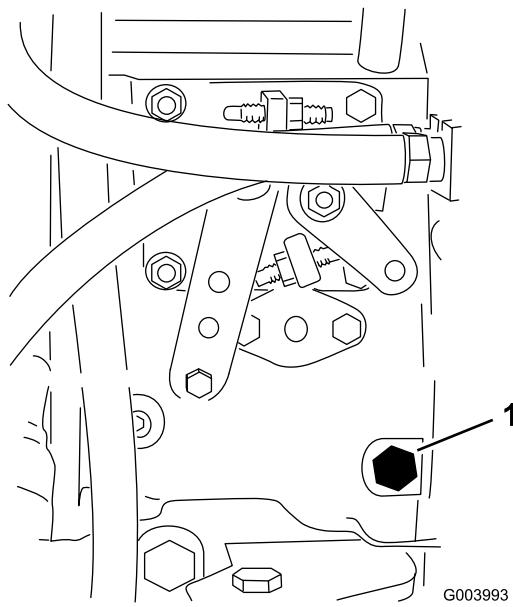

Figura 37
- Abra el tornillo de purga de aire de la bomba de inyección de combustible (Figura 37) con una llave de 12 mm.